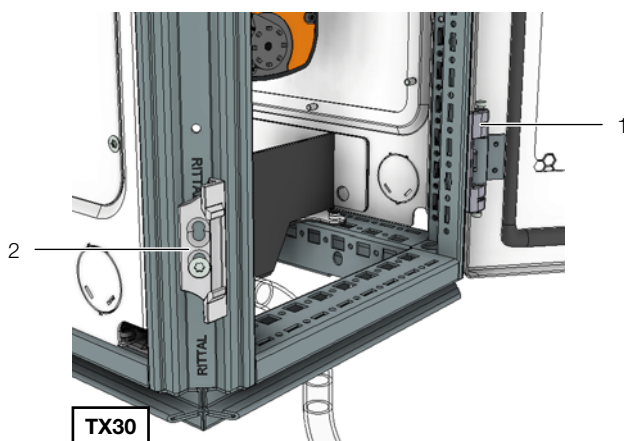

Рис. 27: Крепежные элементы на Liquid Cooling Package – вид сзади
- Демонтаж шарниров (рис. 27, поз. 1), а также соответствующих частей замков (рис. 27, поз. 2) у LCP Inline, монтаж аналогичным способом сзади на адаптере.